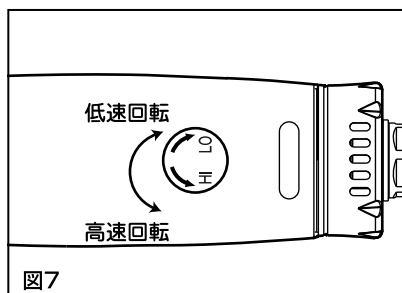

図7
5. エアレギュレーターで回転数の調節ができます。右へ回すと“LO”低速回転に、左へ回すと“HI”高速回転になります(図7)。